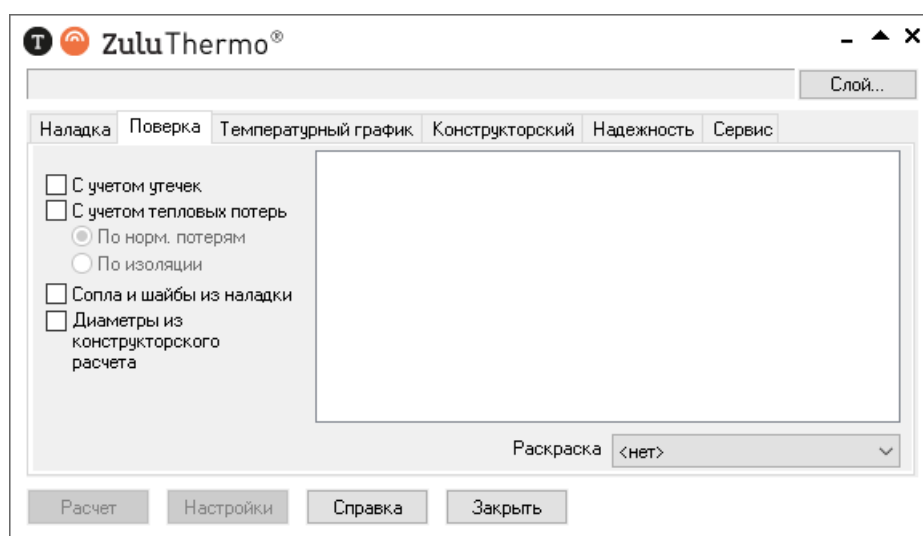

Рисунок 19.1. Окно теплогидравлических расчетов ZuluThermo
1. Выберите команду главного меню Задачи|ZuluThermo или нажмите кнопку  панели инструментов. На экране появится окно теплогидравлических расчетов (смотрите Рисунок 19.1, «Окно теплогидравлических расчетов ZuluThermo»).